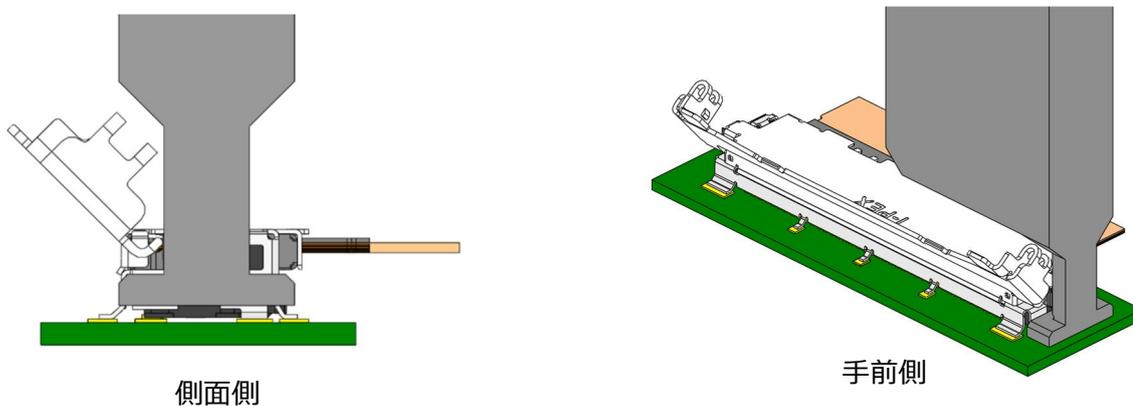

Fig.16
- ④ 治具をスライドさせプラグコネクタ全体を抱えるようにします。(Fig.16)